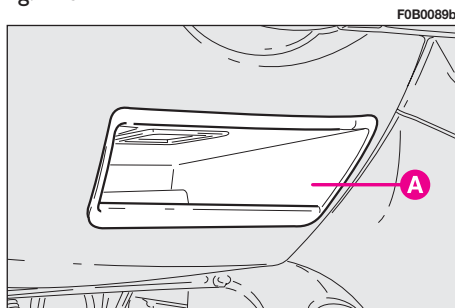

fig. 124
– compartiment ouvert **A**-fig. 124 pour la documentation de bord, situé sous le volant;